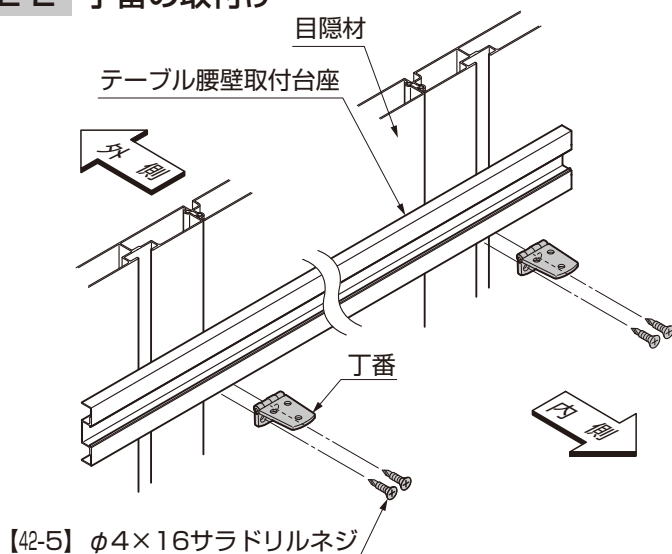

図2-2 丁番の取付け
① 丁番を、テーブル腰壁取付台座の上のV溝(※1)に合わせて、【42-5】で取付けてください。(図2-2参照)